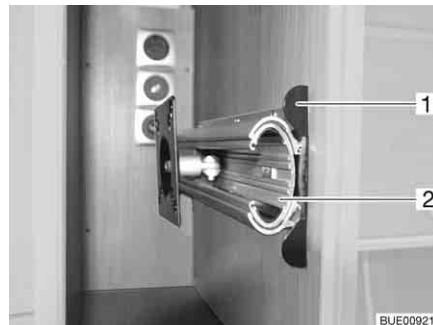

Fig. 65 Soporte en el armario de TV
- Hundir el listón de desbloqueo (Fig. 65,1).
- Extraer el dispositivo de extracción (Fig. 65,2) hasta el tope.
- Introducir el dispositivo de extracción (Fig. 65,2) hasta que engatille el listón de desbloqueo (Fig. 65,1).